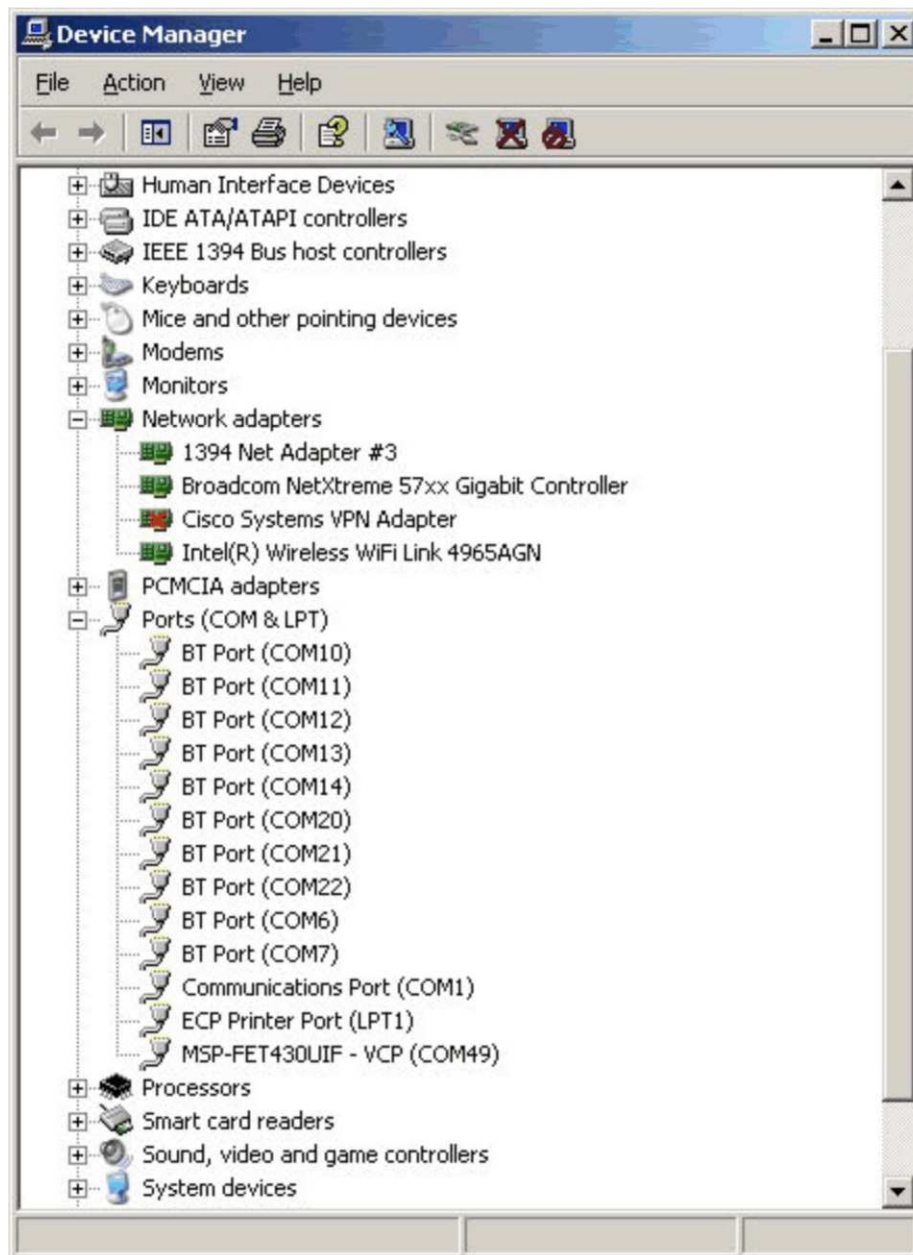
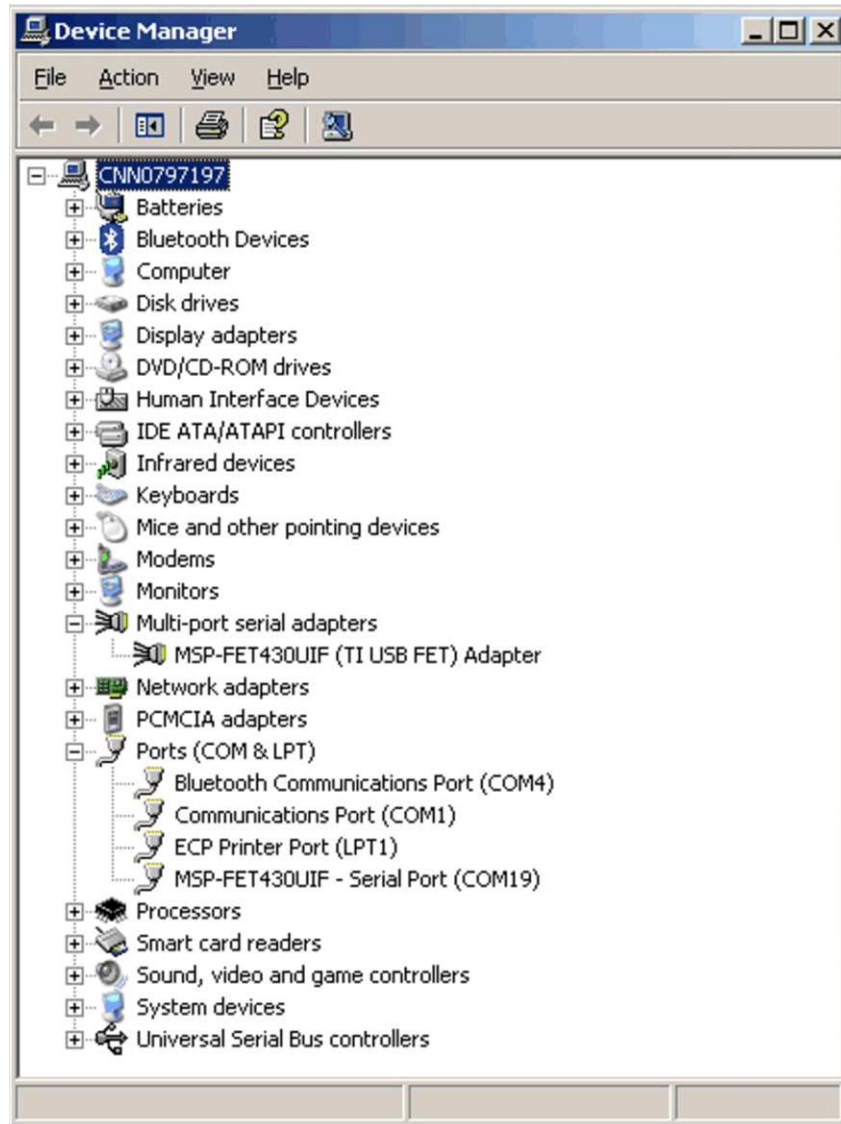
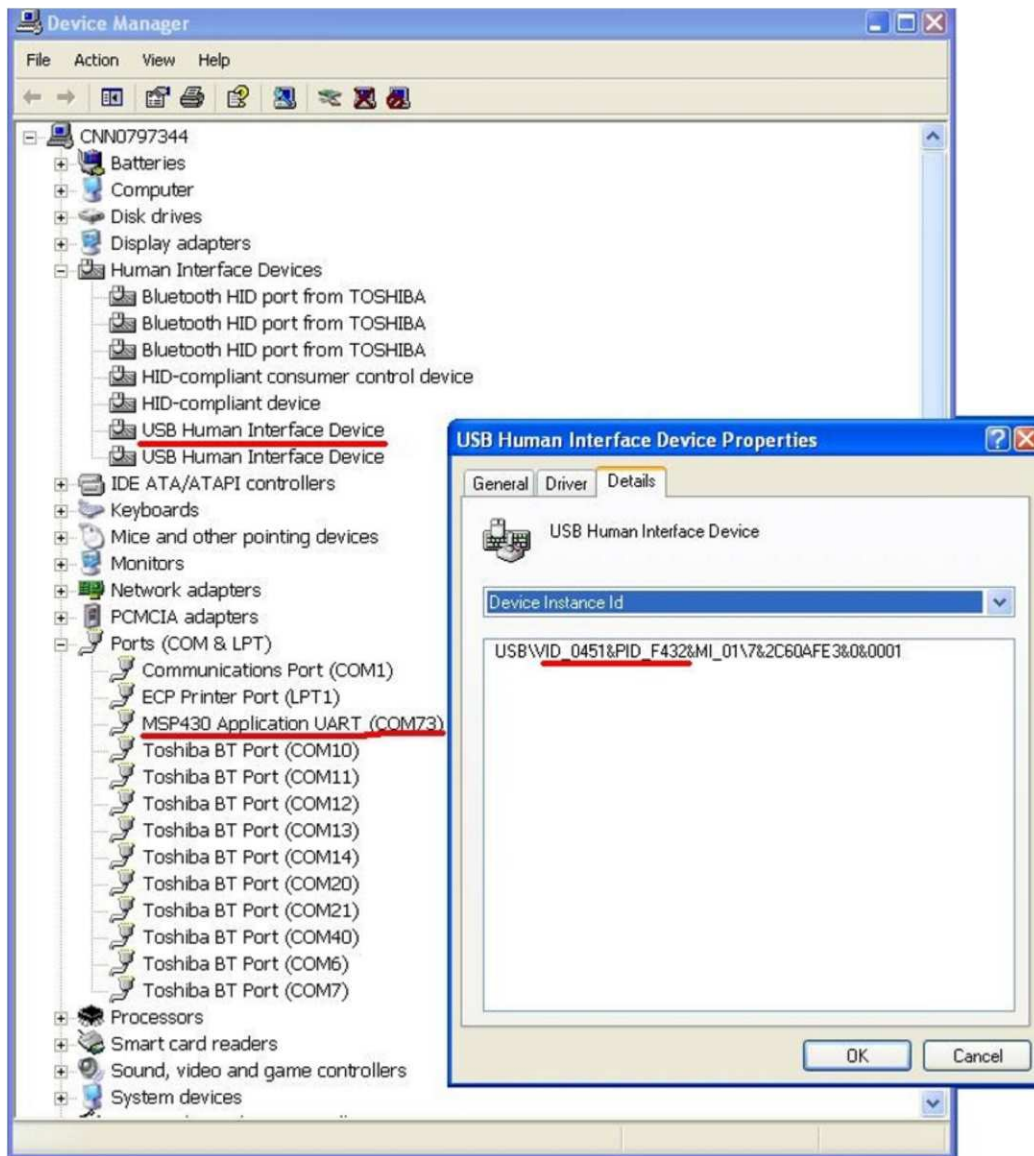

图 C-3. 使用 USB 调试接口（使用 VID/PID 0x2047/0x0010）的器件管理器
图 C-4. 使用 USB 调试接口（具有 VID/PID 0x0451/0xF430）的器件管理器
图 C-5. 使用 USB 调试接口（具有 VID/PID 0x0451/0xF432）的器件管理器
8. USB 调试接口被安装并可使用。 器件管理器列出了 图 C-3, 图 C-4, 或者图 C-5中显示的新条目。